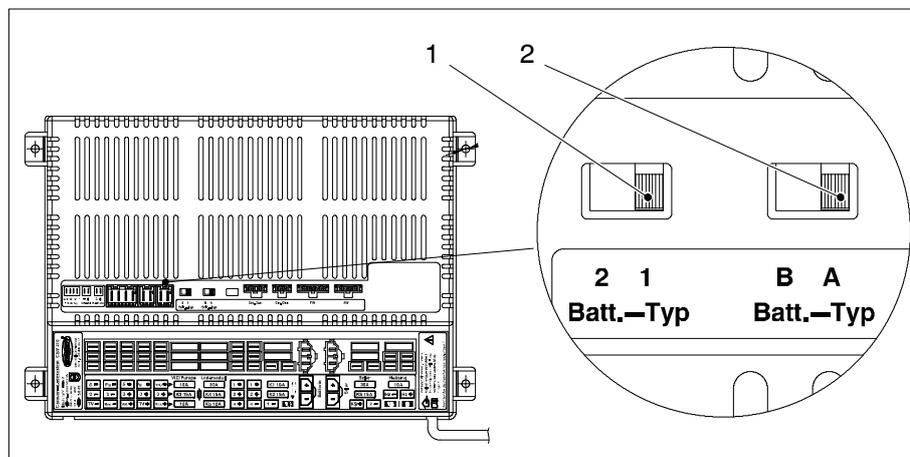

Bild 1 Batterie-Wahlschalter
- ▶ Die beiden Batterie-Wahlschalter (Abb. 1, Pos. 1) mit einem dünnen Gegenstand (z. B. Kugelschreibermine) in die entsprechende Position bringen: